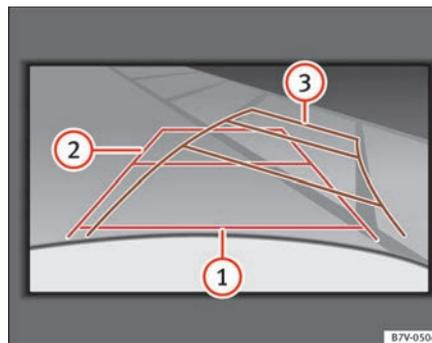

Abb. 156 Im Bildschirm: Orientierungslinien des Parkraums hinter dem Fahrzeug.
Bedeutung der auf den Bildschirm projizierten Orientierungslinien ⇒ Abb. 156. Alle Längenangaben der Orientierungslinien beziehen sich auf ein Fahrzeug, das auf einer waagerechten Fläche steht.
- Langsam rückwärtsfahren und dabei so lenken, dass die gelben Orientierungslinien in die Parklücke führen ⇒ Abb. 156 ③. ▶